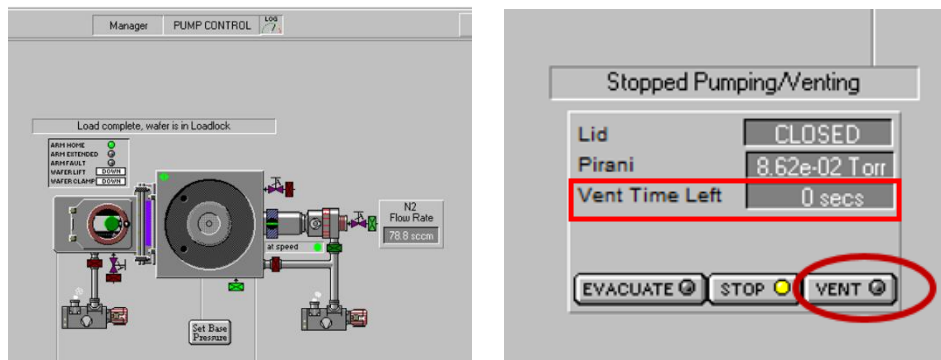

Figure 25 : Page PUMP CONTROL
23) Pour récupérer le substrat, activer « Vent » : commence un décompte de 120 secondes qui s’affiche dans « Vent time left ». L’affichage « 0 sec » confirme que le sas est à pression atmosphérique et que la porte du sas peut s’ouvrir pour récupérer le substrat traité (Figure 25).